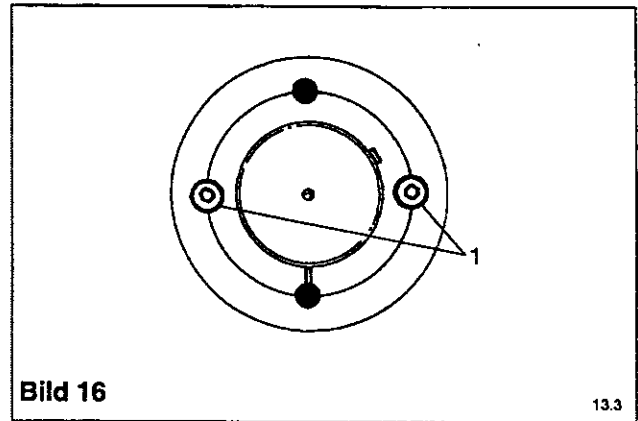

Bild 16
Die Erfahrung hat erwiesen, daß sich die Kegelschrauben in den Lüfter- und Generatorabtriebscheiben kurz nach der Inbetriebstellung lockern können. Innensechskantschrauben (1) (siehe **Bild 16**) stufenweise und abwechselnd mit einem Sechskantschlüssel anziehen, bis sie fest genug sitzen (siehe **Anzugsmomente** auf **Seite 11 - 13**). Ausführliche Angaben zur Kegelscheibe sind **Teil B2 und U1 der Wartungsanleitung** zu entnehmen. Vor Betrieb des Motors alle abgenommenen Schutzabdeckungen wieder anbringen (siehe **Bild 16**).